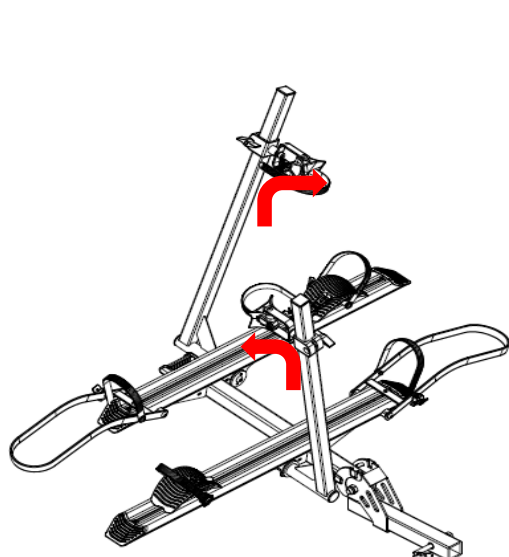
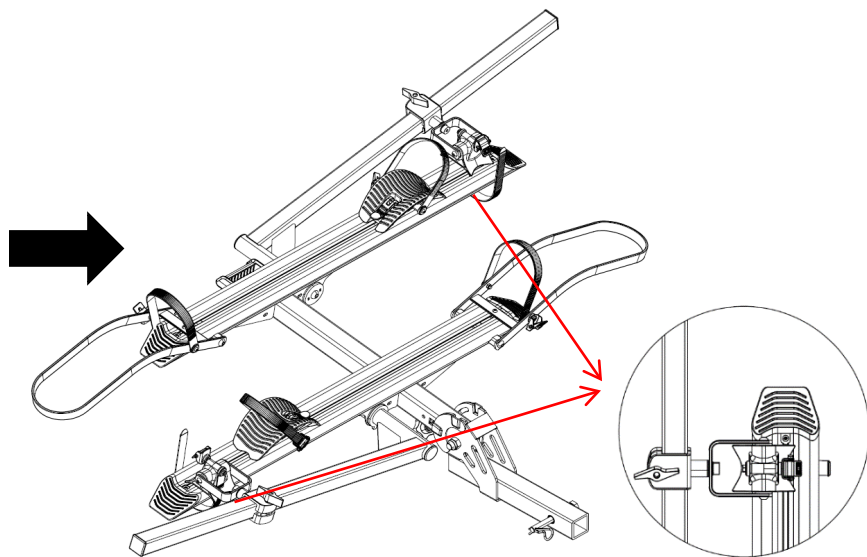

FIG 1
FIG 2
ÉTAPE 1: Faites d'abord pivoter horizontalement les ensembles de tubes de réglage des deux côtés du cadre du vélo (comme illustré à la figure 1), puis fixez l'ensemble de support de réglage sur l'ensemble de poutre avec une sangle de tension (comme indiqué à la figure 2).